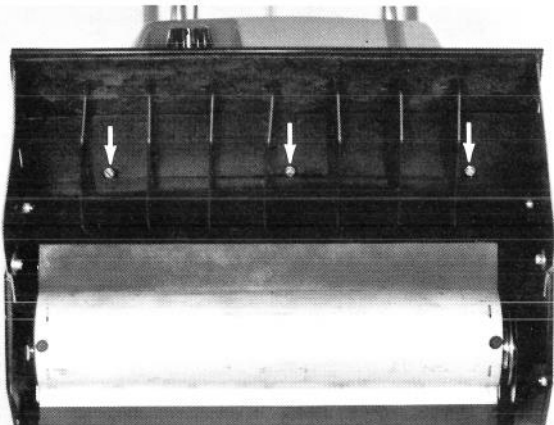

Figure 20
1. Enlevez les trois vis qui retiennent la garde avant au carter du rotor (Figure 20).
9. Fixez l'avant de la garde au carter du rotor à l'aide de trois vis de 3/4 de pouce (19 mm) de longueur (Figure 20).